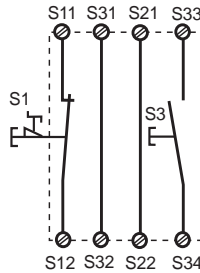

Fig. 2: Eingangskreis einkanalig, überwachter Start/Single-channel input circuit, monitored reset/1-kanals indgangskreds, overvågnet reset.
- Fig. 2, 3 und 4, 5: **keine** Verbindung S13-S14
- Fig 2, 3 and 4, 5: S13-S14 **not** connected
- Fig. 2, 3 og 4,5: S13-S14 er **ikke** forbundet.